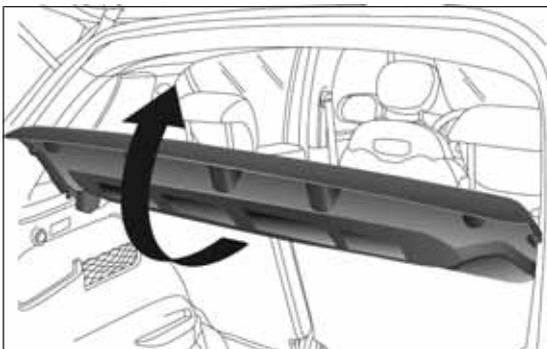

fig. 85
- levantar la parte trasera de la bandeja de la manera indicada en fig. 85;